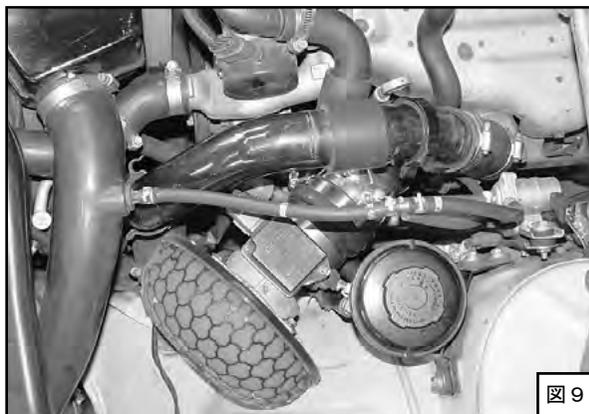

図 9
- (5) クリーナアセンブリとボディのもっとも接近している位置に、クッションテープを貼り付けてください。
- (6) エアフロメータ及びパワーフロー本体がパワステホース・チャンバーパイプ・ボディなどと干渉しないように位置を決めてください。位置が決まったら、ホースバンド・ナットを固定してください。(図9)
- (7) エアフロメータのコネクタを接続してください。
- (8) チャンバーパイプを取付け、タイラップ (大) でリサキュレーションホースと固定してください。(図9)
- (9) 各部のクリアランスを再度確認し、接触すると予想される部分には、事前に予備のクッションテープを貼ってください。